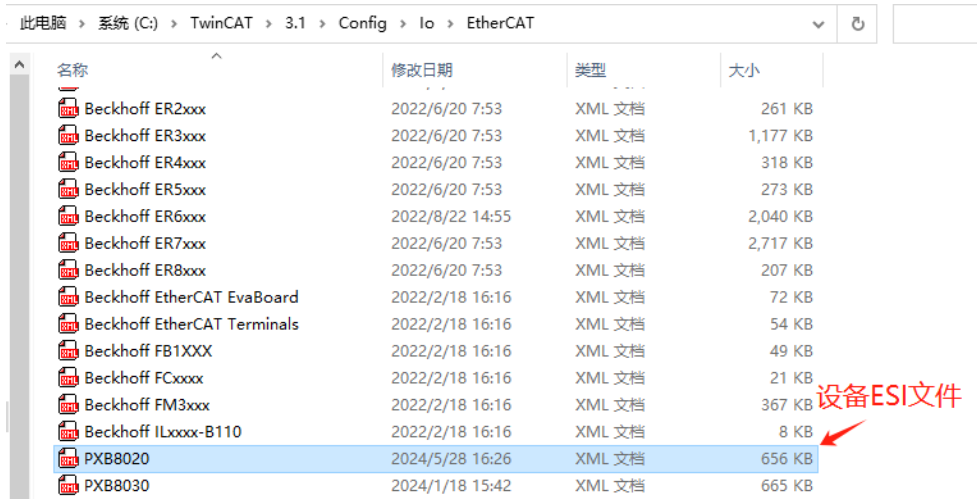

图 4.1 ESI 文件存放处
- 1) 将需要烧录的 ESI 文件拷贝至 C:/TwinCAT/3.1/Config/IO/EtherCAT 路径处。如图 4.1 所示。